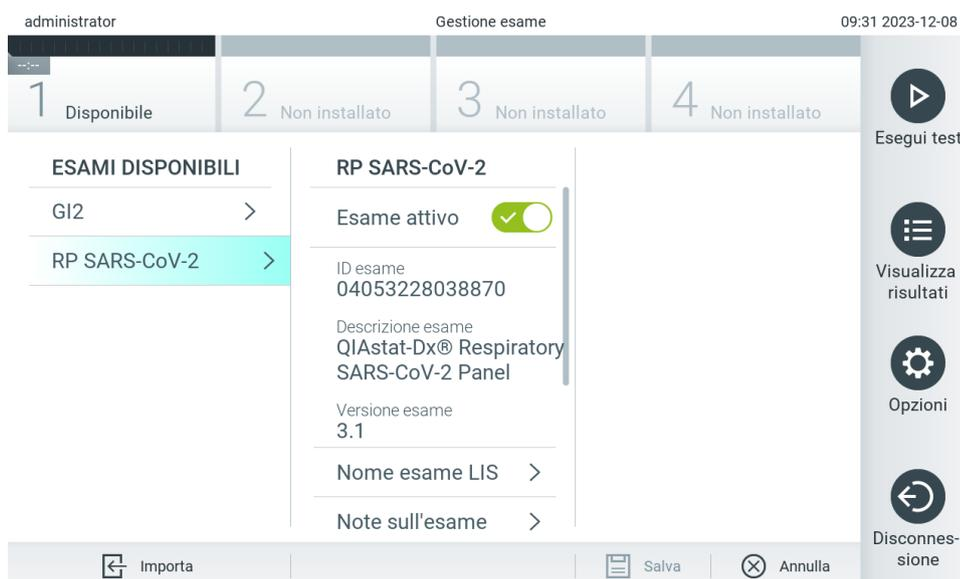

Figura 57. Gestione degli esami disponibili.
1. Premere il pulsante Options (Opzioni) e quindi il pulsante Assay Management (Gestione esame) per accedere alla schermata Assay Management (Gestione esame). Gli esami disponibili sono elencati nella prima colonna dell'area dei contenuti (Figura 57).